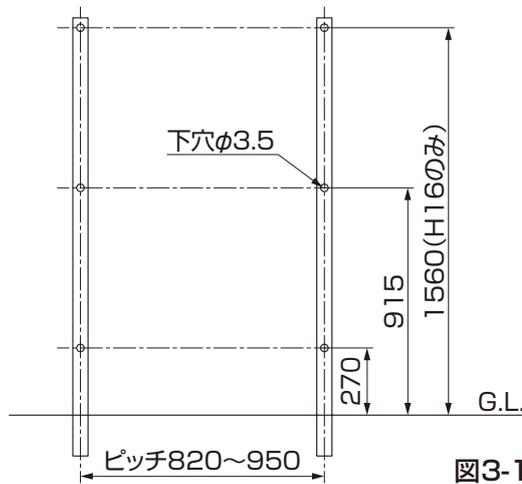

図3-1
- ①図3-1を参照して、各柱に下穴をあけてください。
- 図3-1はGL~パネル下部が90mmの場合の寸法です。必ず現場の施工高さを確認してください。